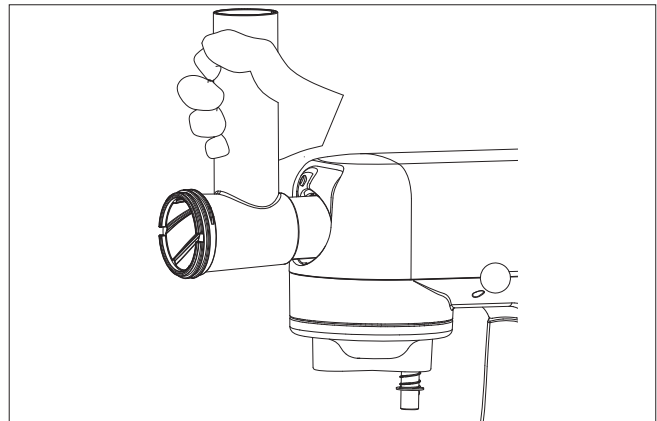

Fig. 15 – Enroscar la carcasa de la hélice
5. Apriétela girándola hacia la izquierda de forma que el orificio de llenado quede arriba (véase Fig. 15). Asegúrese de que la carcasa de la hélice está firmemente asentada en la conexión de la picadora de carne del robot de cocina.